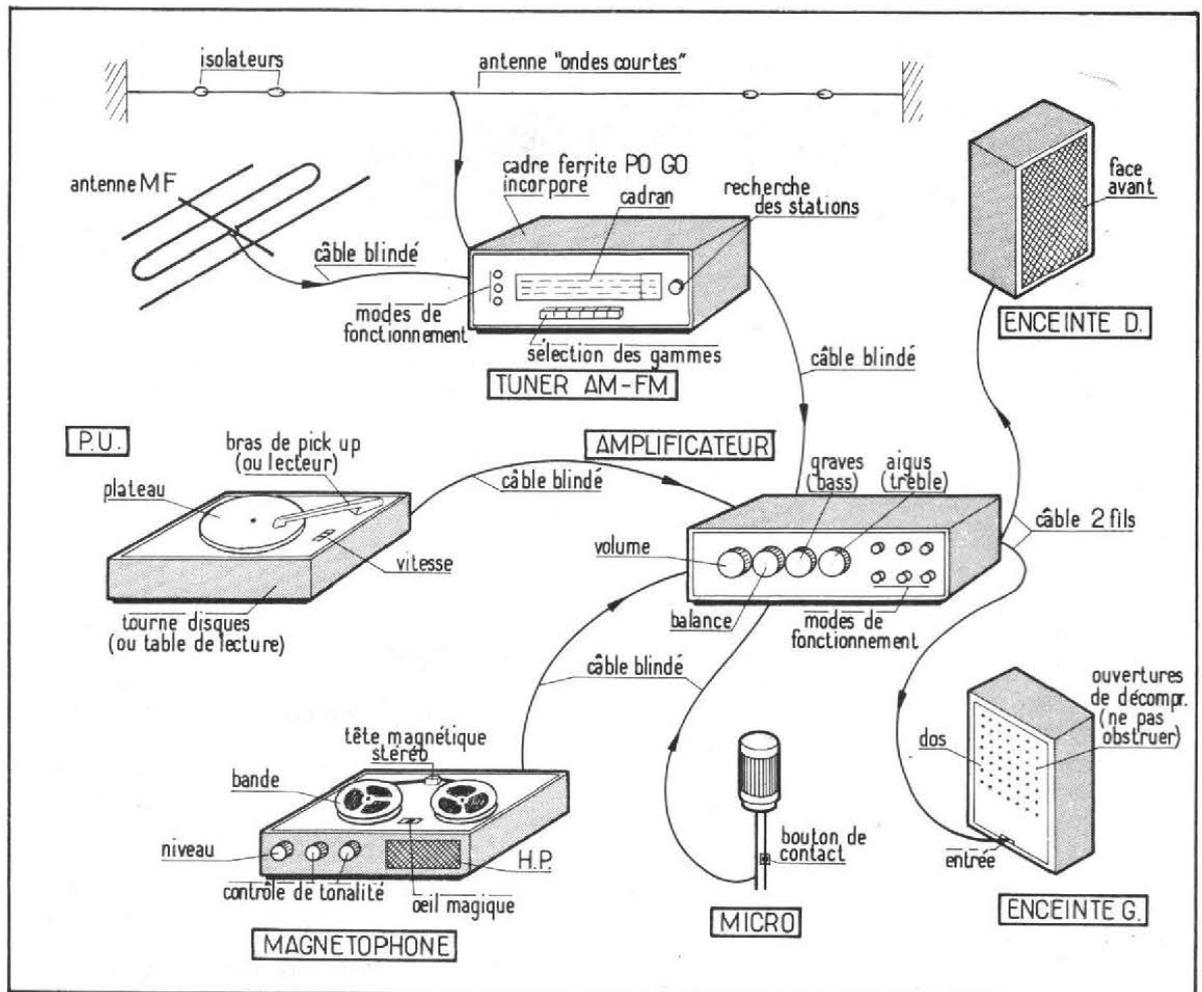

Fig. 3.
Chacun de ces maillons est double : il existe donc deux enceintes comprenant un ou plusieurs diffuseurs et leur filtre ; l'amplificateur comporte deux voies et on peut lui appliquer les **informations** de gauche et de droite provenant soit d'un tuner (MF ou mieux encore MA-MF, c'est-à-dire comportant, outre la modulation de fréquence, les gammes d'ondes OC-PO-GO) soit d'une table de lecture (comportant une tête stéréophonique appelée plus communément pick-up (PU), soit un magnétophone (capable d'enregistrer sur deux pistes) soit, enfin, un ensemble de deux microphones (voir figure 3).